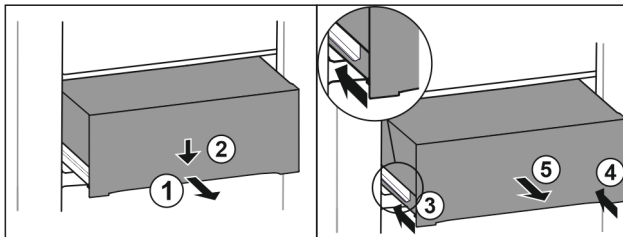

Fig. 90
- ▶ Dra ut utdragslåda till hälften. Fig. 90 (1)
- ▶ Tryck utdragslådan på framsidan nedåt. Fig. 90 (2)
- ▶ Skjut in vänster skena ca 2 cm. Fig. 90 (3)
- ▶ Skjut in höger skena ca 2 cm. Fig. 90 (4)
- ▶ Ta ut utdragslåda genom att dra den framåt. Fig. 90 (5)